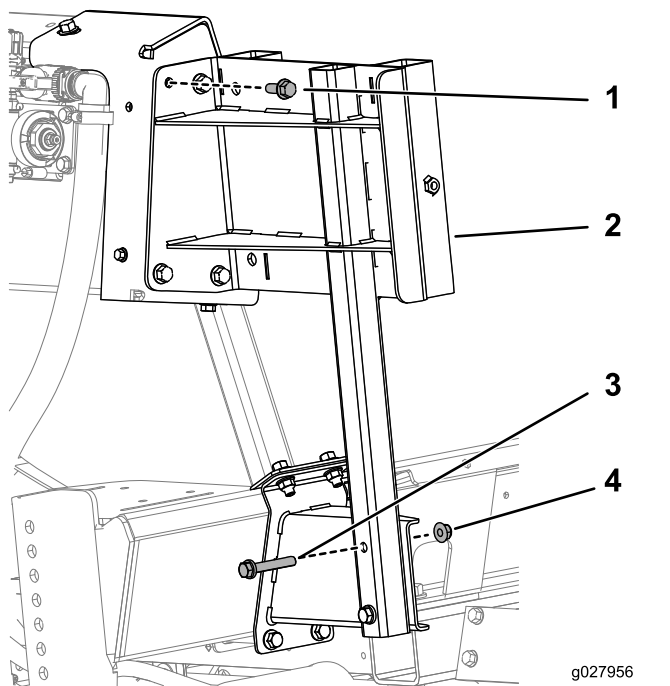

図 13
5. 図 13 のように、リールシェルフ・サポートブラケットを上側ブラケットと下側ブラケットに取り付けるボ